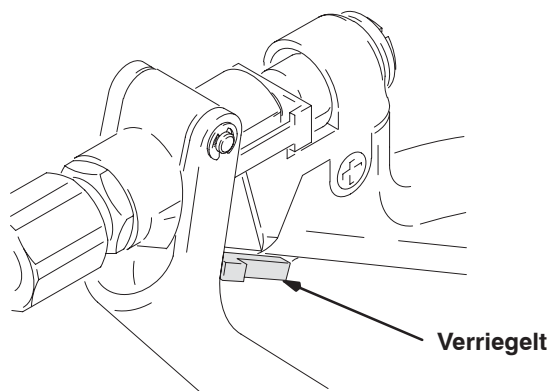

Abb. 1
1. Pistolenabzug loslassen und die Abzugssperre nach vorne drehen, um sie zu verriegeln. Siehe Abb. 1.
Um die Abzugssperre einzurasten, Abzugshebel loslassen und die Abzugssperre wie in Abb. 1 gezeigt nach vorne drehen.